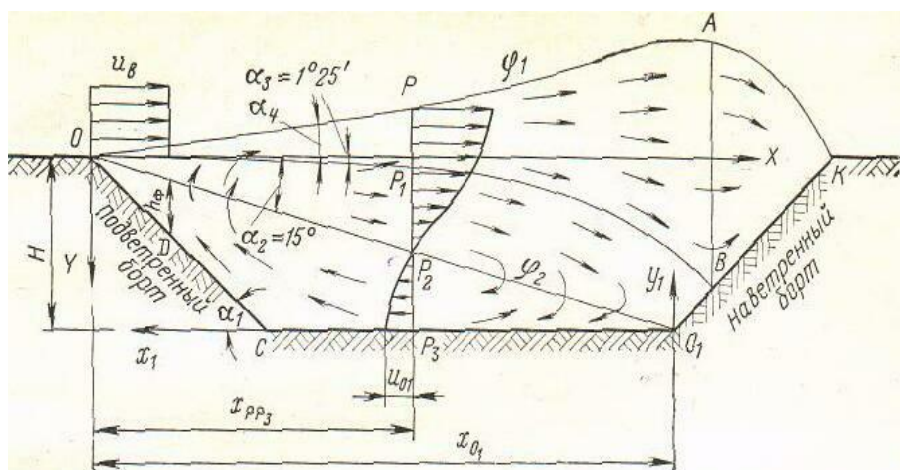

Рис. 2. Рециркуляционная схема проветривания:
• Длина карьера по низу: $L_{\text{низ}} = 100 + 10 \cdot N_{\text{ВАР}}$, м; • Глубина карьера: $H_K = 150 + 5 \cdot N_{\text{ВАР}}$, м; • Угол пограничного слоя: $\alpha_2 = 15 + 0,2 \cdot N_{\text{ВАР}}$, град; • Координаты точек F и G: $F (X = 100 + 5 \cdot N_{\text{ВАР}}, \text{ м}; Y = 25 + 2 \cdot N_{\text{ВАР}}, \text{ м});$ $G (X = 100 + 8 \cdot N_{\text{ВАР}}, \text{ м}; Y = 50 + 5 \cdot N_{\text{ВАР}}, \text{ м})$  Рис. 2. Рециркуляционная схема проветривания